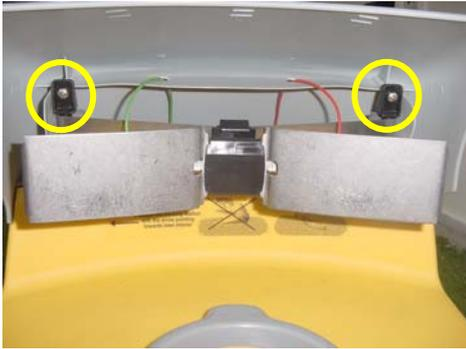

Figure 2
- D. Dévissez les vis à côté des contacts, comme montré en Figure 2 ci-dessous et écartez les contacts complets.